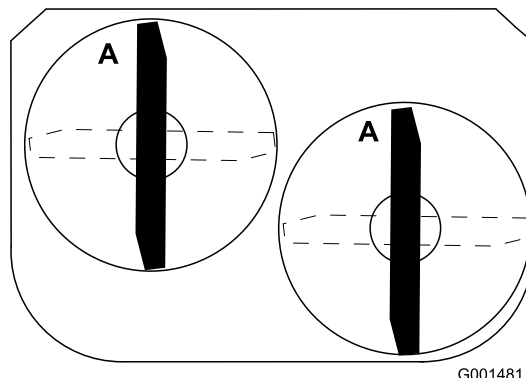

Figure 51
1. Tournez les lames dans le sens longitudinal (Figure 51).